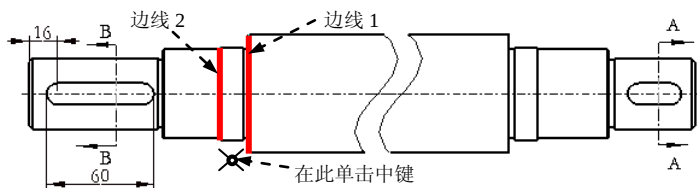
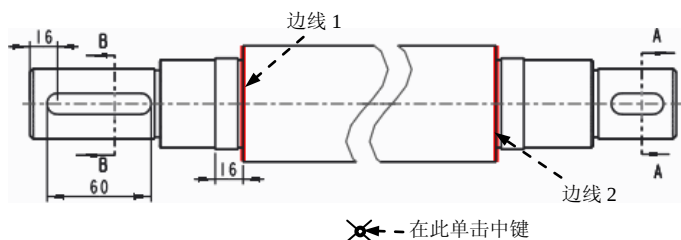
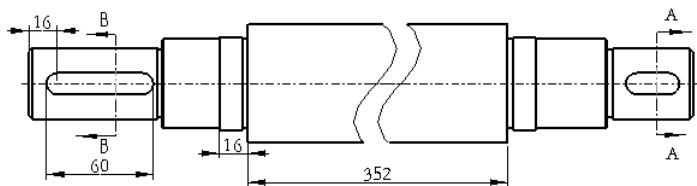

图 5.8.7 定义尺寸标注的参考（一）
图 5.8.8 定义尺寸标注的参考（二）
图 5.8.9 添加尺寸
(1) 添加尺寸（一）。
① 在功能区中选择 **注释**  **尺寸** 命令。
② 此时系统弹出“选择参考”对话框，选取图 5.8.7 所示的边线 1，按住 Ctrl 键，再选取图 5.8.7 所示的边线 2，在图 5.8.7 所示的位置单击中键放置尺寸，结果如图 5.8.8 所示。
(2) 添加尺寸（二）。选取图 5.8.8 所示的边线 1，按住 Ctrl 键，再选取图 5.8.8 所示的边线 2，在图 5.8.8 所示的位置单击中键放置尺寸，结果如图 5.8.9 所示。